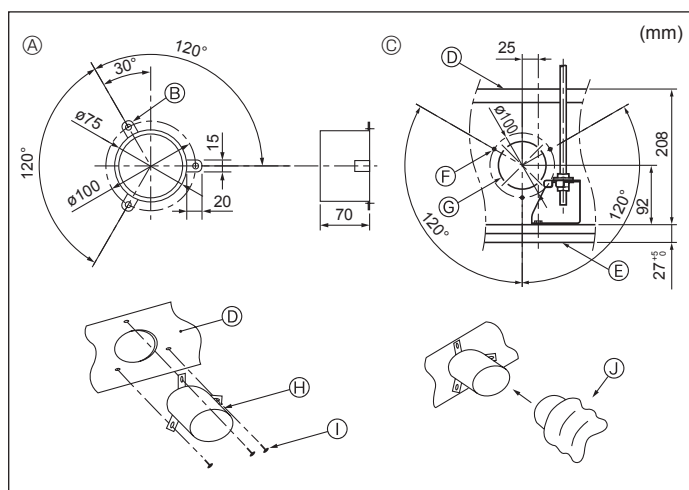

Fig. 2-3
2.3. Instalação da conduta (no caso da admissão de ar fresco) (Fig. 2-3)